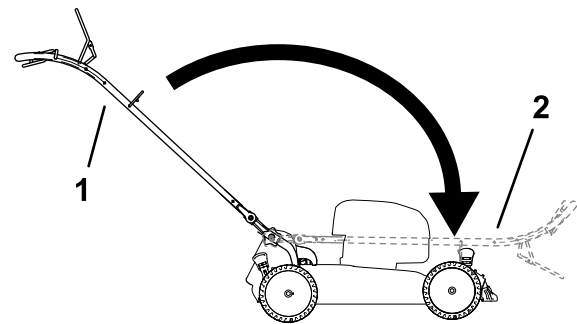

Figure 17
2. Repliez la poignée en le faisant pivoter en avant (Figure 17).